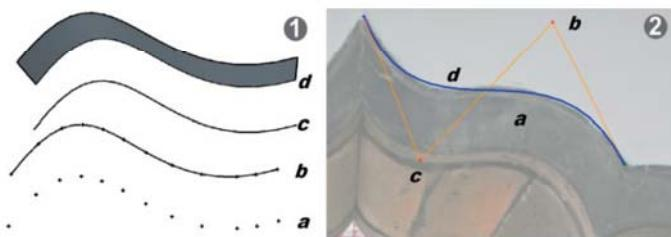

图 1.3.3 不规则曲线示例(插值拟合与逼近拟合)
不规则曲线又称自由曲线, 是指形状比较复杂、不能用二次方程准确描述的曲线。其涉及的问题有两个方面: 一是被修改过的自由曲线, 使其满足设计者的要求, 如图1.3.3②所示; 二是由已知的离散点确定的曲线, 如图1.3.3①所示。使用平面离散点获得曲线特征, 则必须首先通过拟合方式形成光滑的曲线。离散点确定了曲线的大致形状, 拟合就是强制曲线沿着这些点绘制出样条曲线。拟合的方法常见的有“插值拟合”(见图1.3.3①a、b、c、d)与“逼近拟合”(见图1.3.3②a b c d)等(见图知意, 不展开讨论)。